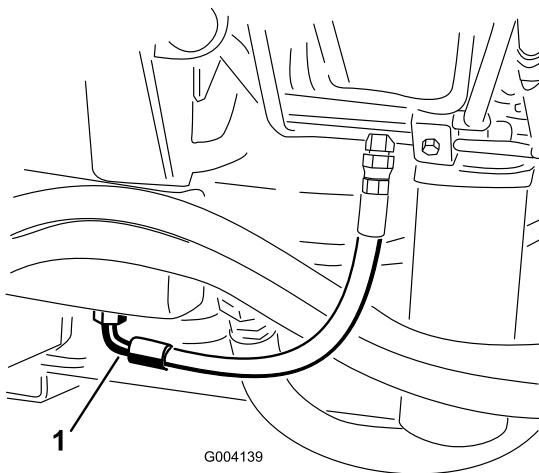

Bild 69
2. Stellen Sie eine große Auffangwanne unter das Anschlussstück, das unten am Hydraulikölbehälter befestigt ist (Bild 69).